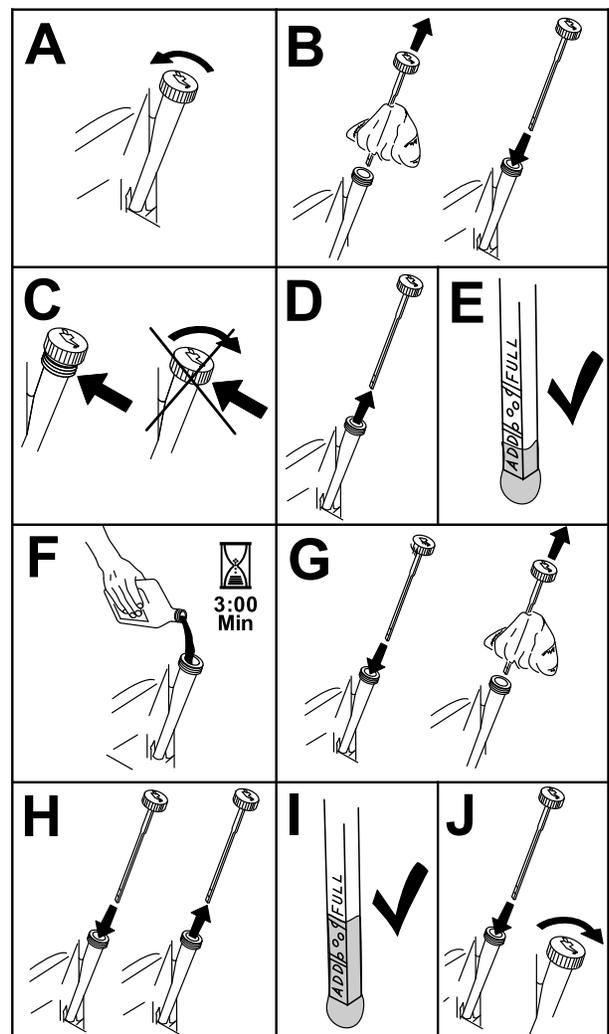

Figure 47
- Pour éviter de faire tomber de l'herbe, de la poussière, etc., dans le moteur, nettoyez la surface autour du bouchon de remplissage-jauge d'huile, avant de l'enlever (Figure 47).